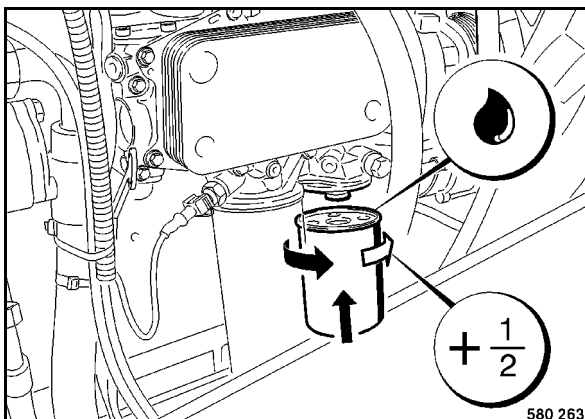

Fig. 158
- Untar la junta de goma del nuevo cartucho filtrante ligeramente con aceite (Fig. 158).